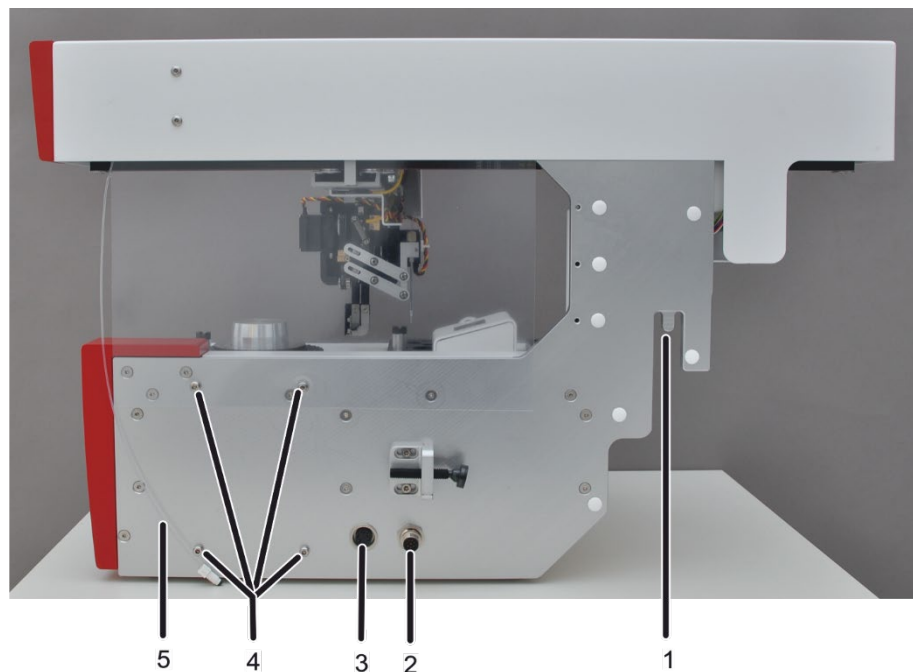
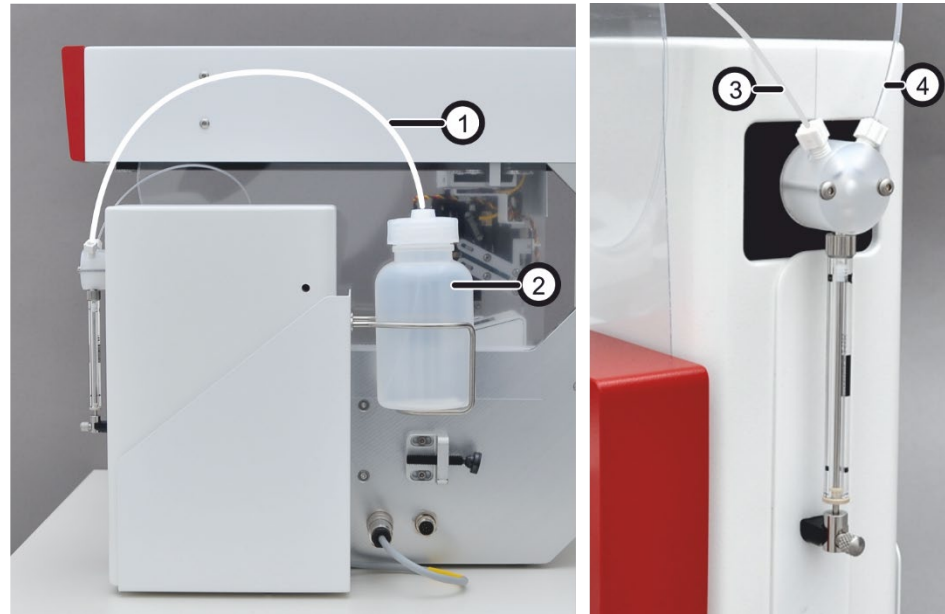

Bild 13 SSA 600 - Anschlüsse und funktionelle Elemente am Grundgerät
Bild 14 Flüssigdosierer installieren
5. SSA 600 über den Anschluss auf der rechten Seite des Probengebers (2 in Bild 13) mit dem AAS elektrisch verbinden.
7. Flüssigdosierer in die 4 Schrauben auf der rechten Seite des SSA 600 einhängen (4 in Bild 13).
8. Flüssigdosierer über die Anschlussbuchse (3 in Bild 13) am SSA 600 elektrisch anschließen.
9. Dosierschlauch (5 in Bild 13) am linken Anschluss der Dosierspritze (3 in Bild 14) befestigen.
10. Schlauch für Spüllösung rechts an der Dosierspritze befestigen (4 in Bild 14). Flasche mit Spüllösung (2 in Bild 14) in den Halter stellen.
Den Schlauch (1 in Bild 14) durch die Öffnung im Flaschendeckel in die Spüllösung tauchen.